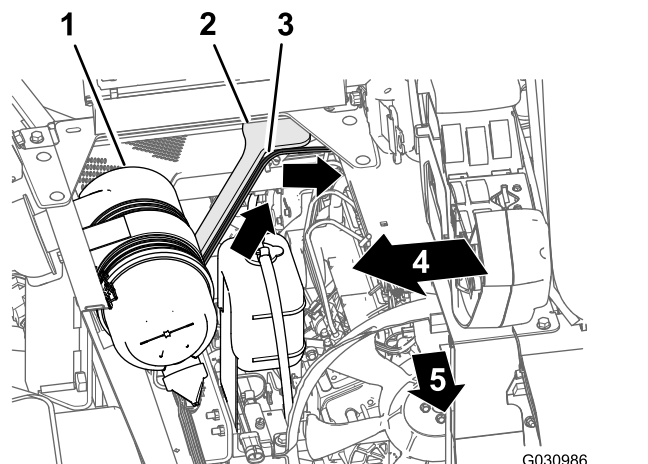

Figura 109
1. Passe a secção com 165 cm da cablagem por cima e para a parte traseira do compartimento do motor, ao lado do suporte direito para o resguardo do motor — à frente da conduta que liga o filtro do ar e o motor (Figura 109).